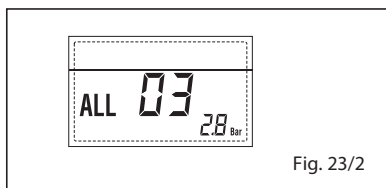

Fig. 23/2
- ANOMALIA SONTA IDA AQUECIMENTO "ALL 05" (fig. 23/4)